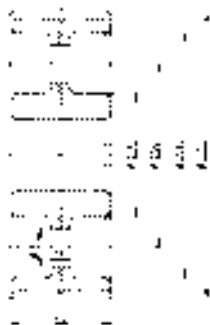

图 8-134 无公差尺寸标注
2) 线性标注无公差尺寸。单击“标注”工具栏中的“线性”按钮, 标注同心圆使用特殊符号“%%C”表示 $\phi$ , 如“%%C100”表示 $\phi 100$ ; 标注其他无公差尺寸, 如图 8-134 所示。